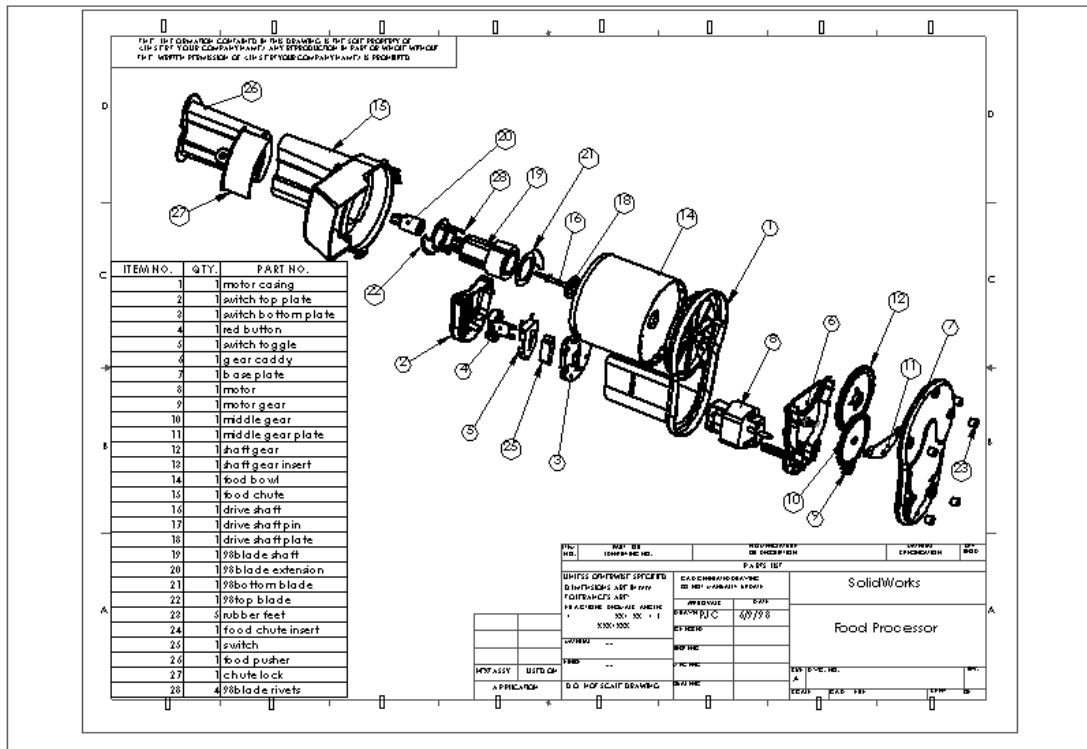
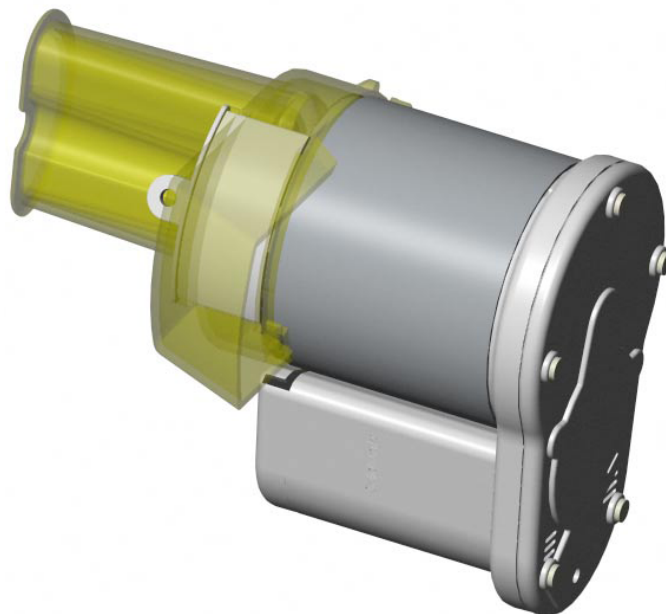

Рис.16. Двовимірні креслення, що виконані з окремих ліній
Рис.17. Тривимірні деталі, що створені в SolidWorks
- За допомогою SolidWorks можна створювати тривимірні моделі, а не тільки двовимірні креслення (рис.16). Ці тривимірні деталі можна використовувати для створення двовимірних креслень і тривимірних зборок (рис.17).